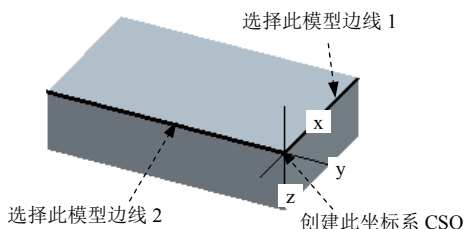
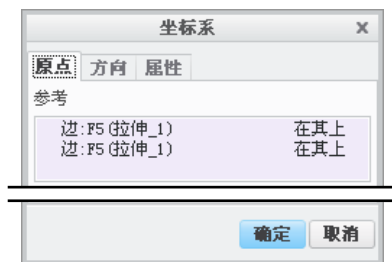

图 8.2.3 由两相交轴创建坐标系
图 8.2.4 “坐标系”对话框
如图 8.2.3 所示，现需要在模型两条边线的交点处创建一个坐标系，操作步骤如下：
Step2. 选取参考。如图 8.2.3 所示，选取模型边线 1；按住 Ctrl 键，选取模型边线 2，此时系统便在两边线的交点处创建坐标系 CSO，“坐标系”对话框如图 8.2.4 所示。